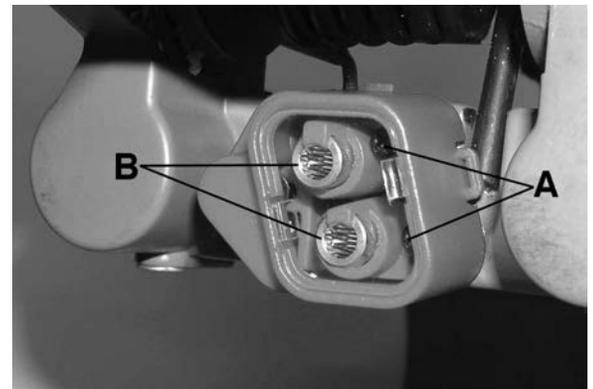

FIGURE 15
2. Deserrez les deux vis à tête bombée (A) Fig.15 qui se trouvent à côté des lasers.
4. Tournez chaque laser (B) jusqu'à ce que chaque rayon du guide à laser soit en parfaite alignement avec les deux côtés de la coupe. Une fois que l'ajustement est fait, tenez le laser et reserrez la vis à tête bombée (A). Répétez pour l'autre laser.